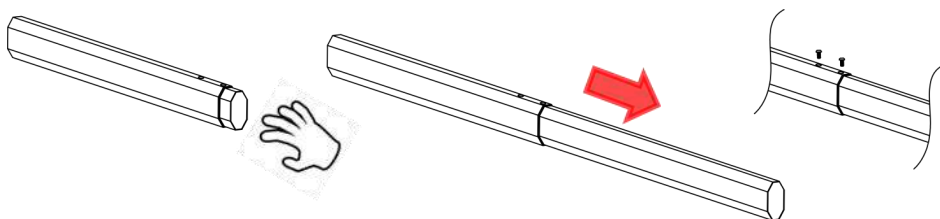

Рис. 1 Соедините главную стрелу с выдвижной стрелой с помощью 2 винтов
- 1) Вытяните выдвижную стрелу из основной стрелы, затем закрепите 2 винтами, как показано на Рис. 1.